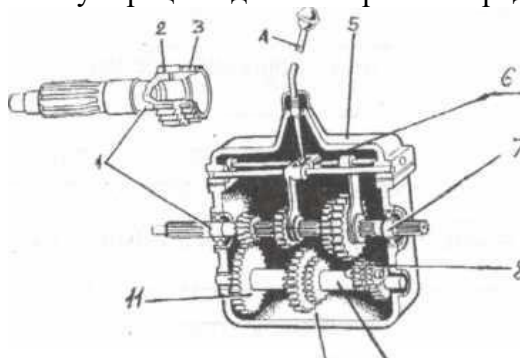

Рис. 17.1 Схема автомобильной коробки передач.
1. Обозначьте в соответствии с нумерацией детали коробки передач (рис. 17.1).